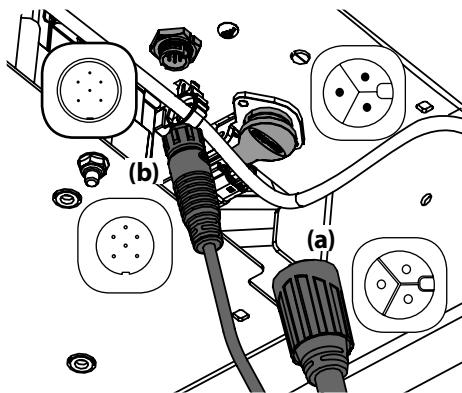

Figura 4-7
- Desconecte el motor de la plataforma de los adaptadores de la parte derecha o inferior del montable. Gire el conector más grande (a) ¼ de vuelta en sentido contrario a las agujas del reloj y empuje hacia abajo. Repita el procedimiento con el conector más pequeño (b). Consulte la Figura 4-7.
- Desconecte los motores de la plataforma a los adaptadores de la parte derecha o inferior del montable. Conecte siempre el conector más grande primero y, luego, el conector más pequeño. Consulte la Figura 4-7.